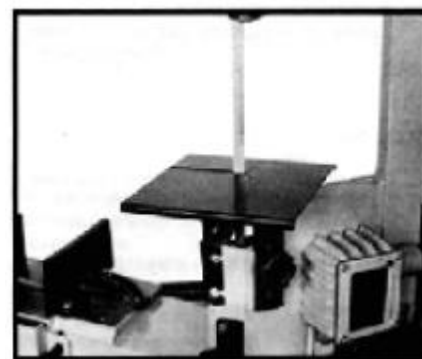

Рис. 2
4. Направьте лезвие через гнездо в столе и затяните двумя винтами. См. Рис. 2